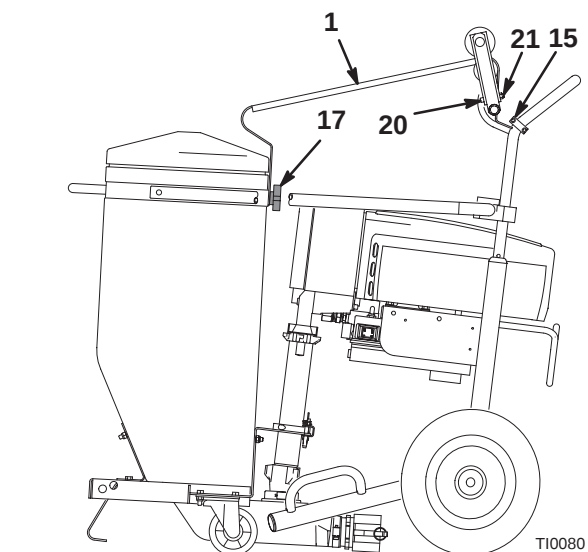

Fig. 1 Carro vertical
1. Fig. 1. Instale dos abrazaderas (15) en el manillar extendido del pulverizador, dos perillas (17) en la tolva para texturas y dos tornillos (20) y cuatro tuercas (21) en la placa del rodillo (1).
2. Coloque los extremos delanteros del rodillo para bolsas debajo de las dos abrazaderas delanteras (15). Pase dos de las ranuras sobre las dos perillas (17) de la tolva. Apriete las perillas.